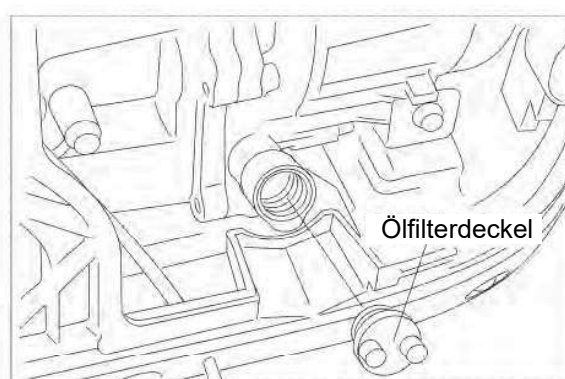

Fig. 13B
2. Entfernen Sie den Öleinfülldeckel. (Fig. 13B)